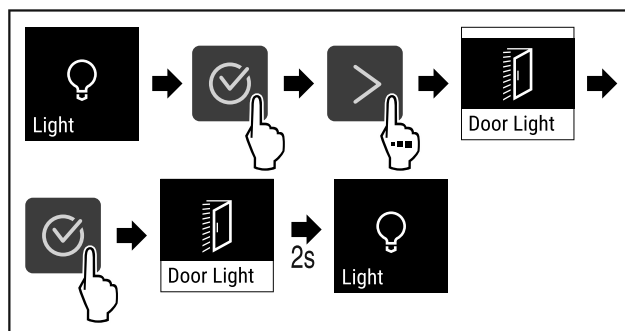

Fig. 69
- ▶ Suivre les étapes (voir Fig. 69).